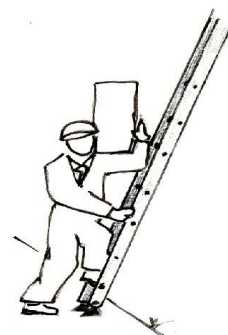

Fig. 17
- non prevedere attività che comportino il trasporto di materiali pesanti od ingombranti che compromettano una presa sicura (Fig. 17)